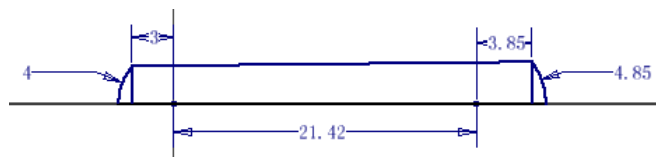

图 6-35 最终草图轮廓
④单击【草图】标签栏【修改】面板的【修剪】工具按钮, 将多余的线条全部剪切掉, 最终的草图轮廓如图 6-35 所示。需要注意的是, 有些线条可能对于轮廓来说没有任何造型的意义, 但是尺寸约束却需要用到, 所以如果这样的线条如果对实体造型不会产生影响的话, 应该尽量保留, 以便于后来对零件进行尺寸修改。